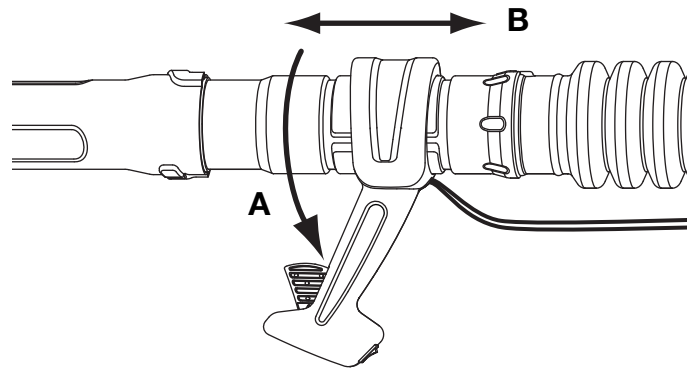

Fig. 8
- Haga girar el mango de control del regulador en el sentido contrario a las agujas del reloj alrededor del tubo de la sopladora hasta que apunte directamente hacia abajo (Fig. 8, A).
- Tire del mango de control del regulador o empújelo a lo largo del tubo de la manija hasta que quede a una distancia cómoda de la sopladora de mochila (Fig. 8, B).